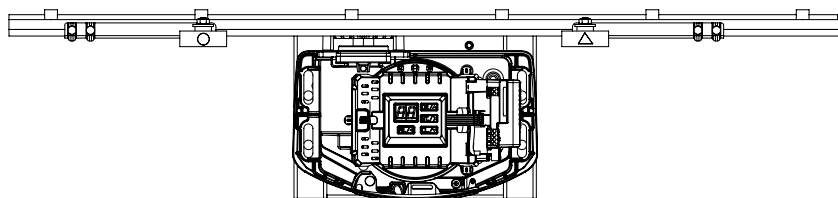
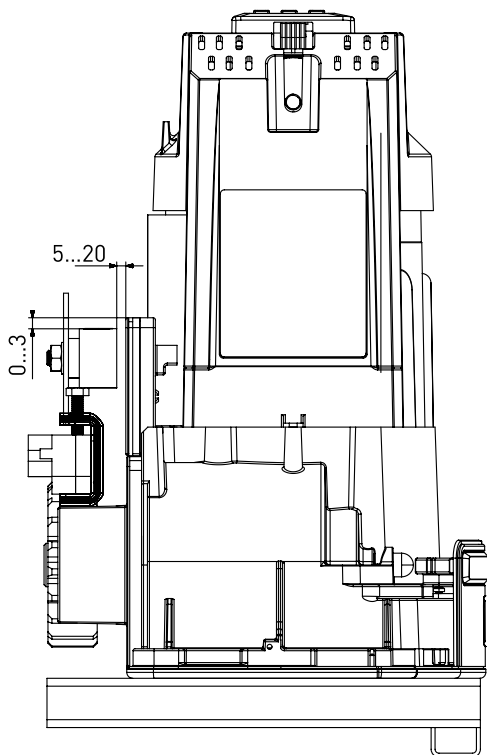

Рисунок 11
Рисунок 12
- Разместите магниты на кронштейнах таким образом, чтобы, находясь перед воротами со стороны привода, магнит с синей треугольной меткой располагался справа от привода, а с красной круглой меткой — слева (*рис. 11*). Магниты должны располагаться в горизонтальном положении на одной высоте с верхней кромкой блока выключателей (*рис. 12*).